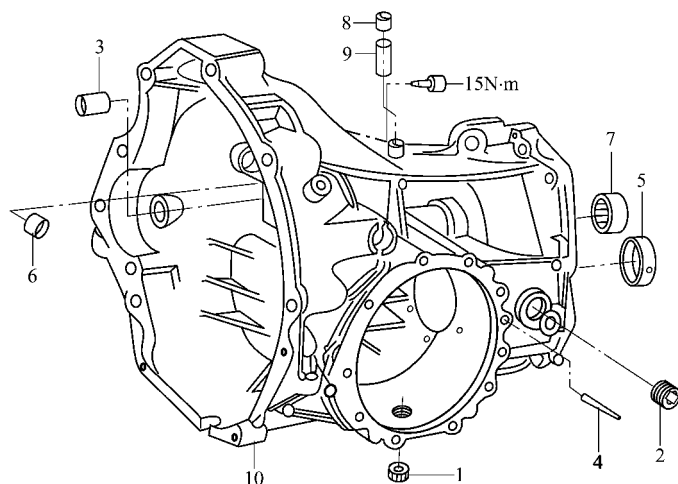

图 3 - 33 变速器壳体分解图
变速器壳体的分解如图 3 - 33 所示。
(1) 变速器壳的更换
① 拆卸变速器 将其固定在支架上 ,如图 3 - 34 所示。
② 将变速器的油全部放净。
③ 拆下变速器的后盖、轴承支座。
④ 拆下离合器分离叉轴。
⑤ 旋下加油螺塞 拆下差速器。